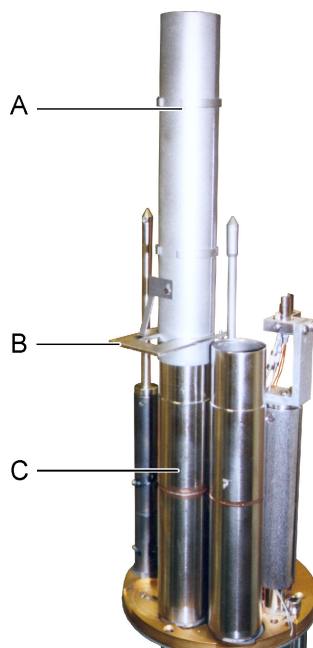

Abb. 6-16
- 4 Stecken Sie die leere Magazin-Füllvorrichtung auf das zu entleerende Magazin (Abb. 6-16, 123).
- 5** Öffnen Sie den Schieber (Pos. B in Abb. 6-16, 123) an der Füllvorrichtung.